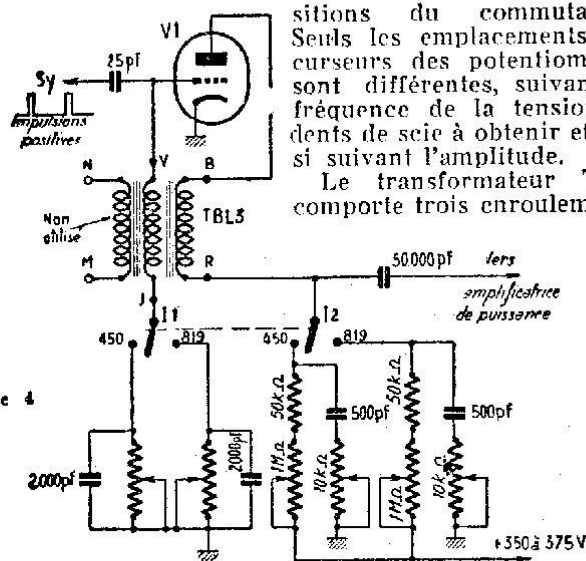

Figure 4
b) Blocking. Ce générateur s'adapte très bien aux deux fréquences en adoptant les bobinages utilisés pour 819 lignes. La figure 4 montre l'adaptation d'un schéma Optex prévu pour 819 lignes, aux commutateurs 450-819 lignes.